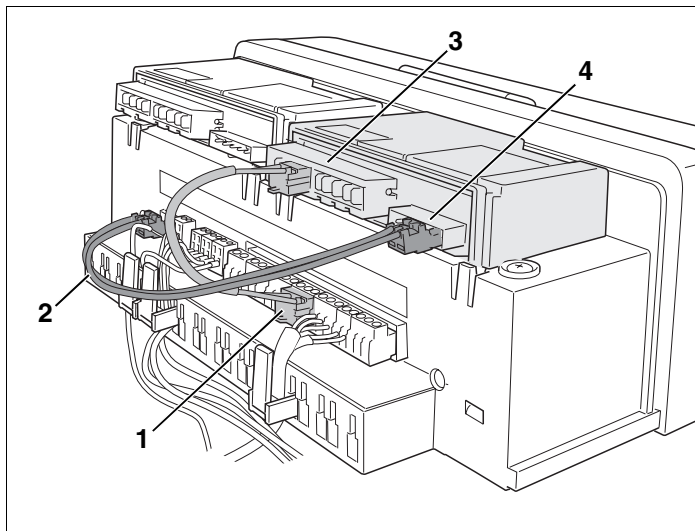

Fig. 7 Realizarea racordului electric pentru primul modul funcțional
- Introduceți corect cablul de rețea și conductorul bus-ului (Fig. 7, **Poz. 1** și **2**) de la regulatorul cazanului de încălzire în clemele (Fig. 7, **Poz. 3**, resp. **4**) ale primului modul funcțional.
- Cablați corect celelalte componente cu clemele (Fig. 7, **Poz. 3** resp. **4**) ale modulului funcțional, conform planului de conexiuni.
- Introduceți corect cablul de rețea și conductorul bus-ului (Fig. 7, **Poz. 1** și **2**) de la primul modul funcțional în clemele celui de-al doilea modul funcțional.